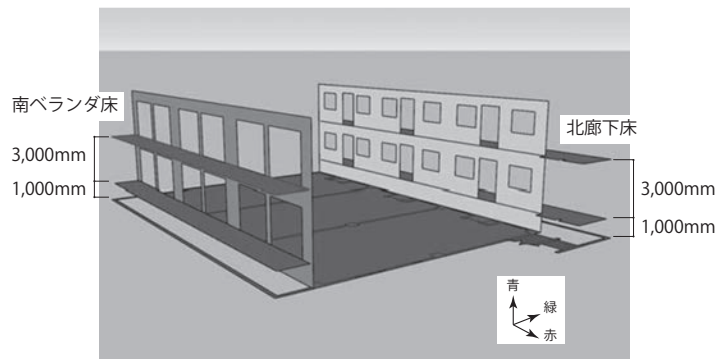

図15 廊下とベランダの平面作成
- 35) 青軸（垂直軸）に沿って4,000 mm 移動（図15）